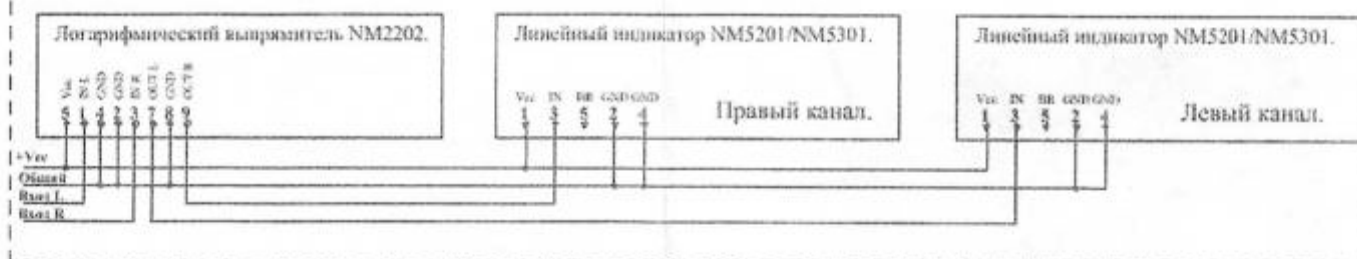

Рис.8 Схема соединений блоков
- соедините перемычками блоки между собой, как показано на схеме соединений (рис.8);